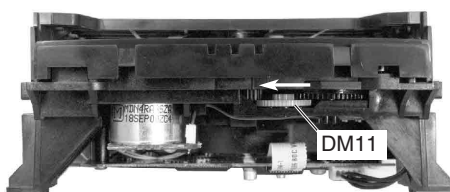

Fig. 9
- Zahnrad DM11 (Fig. 9) in Pfeilrichtung drehen bis sich die Schublade bewegt. Schublade komplett herausziehen.
- Turn the toothed wheel DM11 (Fig. 9) in direction of the arrow until the tray moves then pull out the tray.